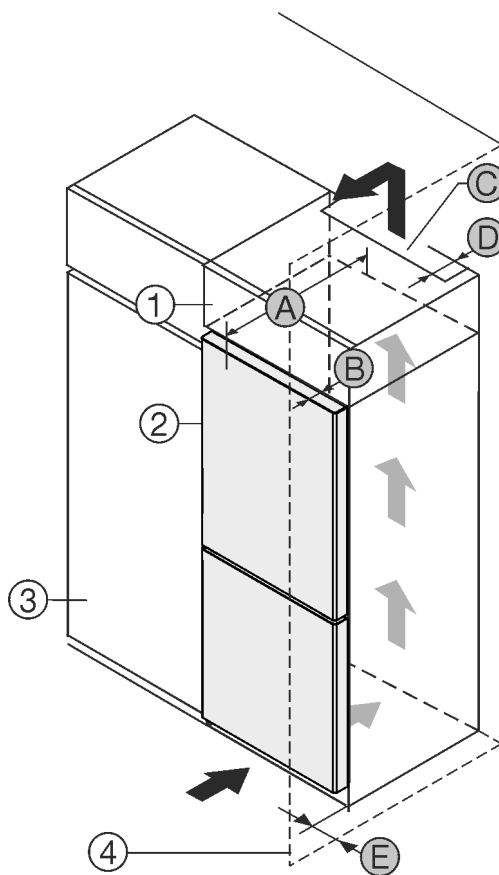

Fig. 1
- (1) Skapmodul
- (2) Enhet
- (3) Kjøkkenskap
- (4) Vegg
- (A) Enhetsdybde
- (B) Dørdybde
- (C) Ventilasjonstverrsnitt
- (D) Avstand enhetens bakside
- (E) Avstand på siden av enheten
Du kan plassere apparatet rett ved siden av kjøkkenskapet Fig. 1 (3).
På baksiden av skapmodulen over enheten må det installeres en ventilasjonskanal med dybden Fig. 1 (D) over hele skapmodulens bredde.
Ventilasjonstverrsnittet Fig. 1 (C) under taket i rommet må overholdes.
Hvis apparatet plasseres med hengslene mot en vegg Fig. 1 (4), må avstanden mellom apparatet og vegg være minst 13 mm.
Hvis apparatet plasseres med hengslene mot en vegg Fig. 1 (4), må avstanden mellom apparatet og vegg være minst 20 mm.
For at du skal kunne åpne døren helt, må apparatet rage dørdybden Fig. 1 (B) lenger ut enn fronten på kjøkkenskapene. Avhengig av kjøkkenskapenes Fig. 1 (3) dybde og bruk av veggavstandsstykker kan enheten rage enda lenger ut.